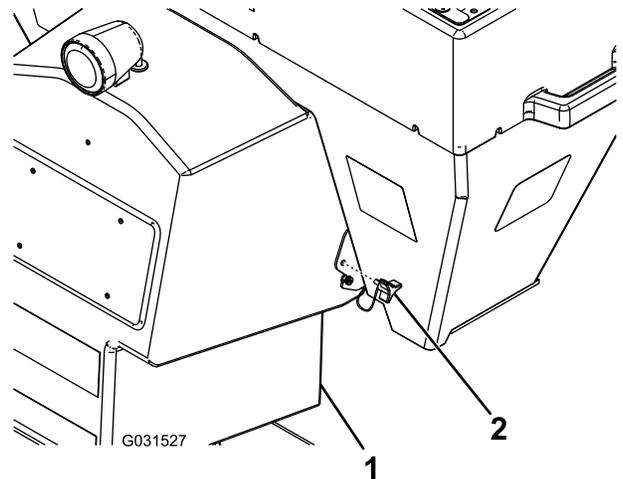

Figure 18
2. Retirez les 2 vis à oreilles qui fixent le distributeur à la trémie (Figure 18).
3. Retirez les vis à oreilles du distributeur (Figure 18).
4. Déposez le distributeur de la trémie (Figure 18).